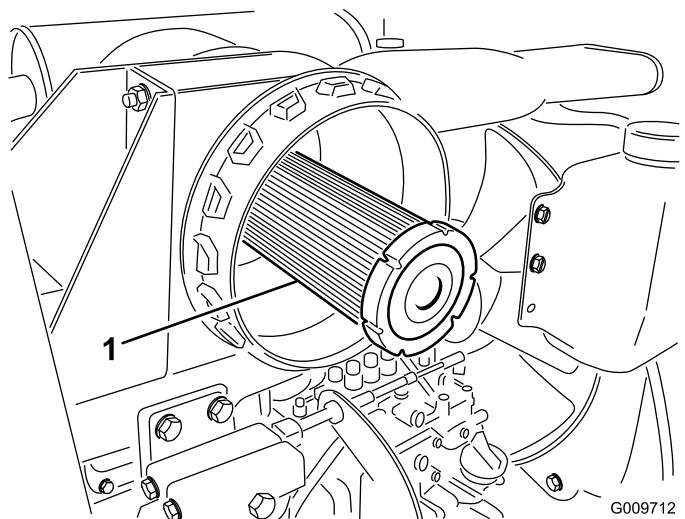

Figura 66
**Importante:** No intente nunca limpiar el filtro de seguridad (Figura 66). Sustituya el filtro de seguridad después de cada tres revisiones del filtro primario.